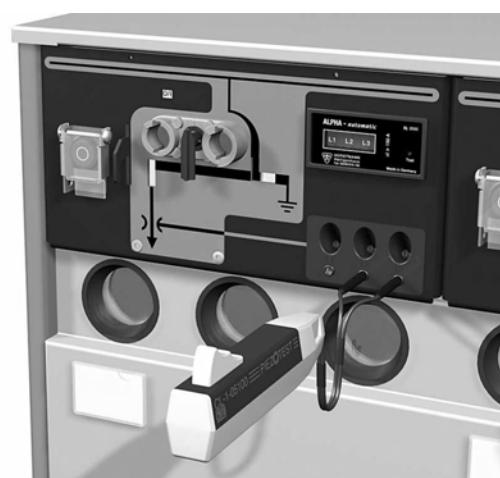

Рисунок 4-17: Использование устройства диагностики детекторов напряжения
- Поместите контакты устройства диагностики в гнездовые контакты L1 и L2, расположенные под светодиодными индикаторами (см. Рисунок 4-17).